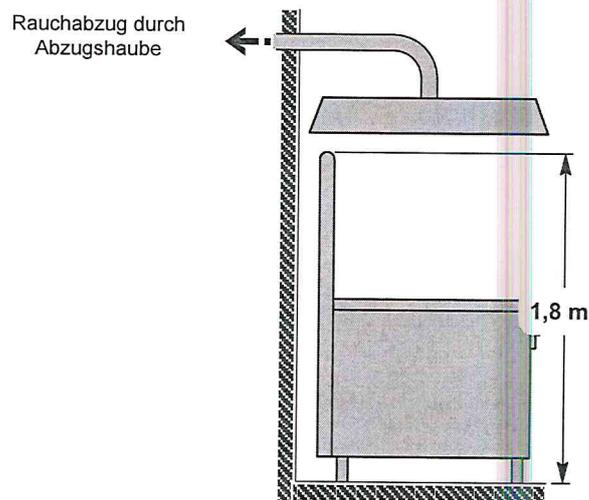

Abb. 2 - Gerätetyp A mit Abzugshaube
- sollte sich der Endteil der Geräteabzugsleitung im Falle der Installation unter einer Haube etwa **1,8 m** zu der Oberfläche der Stütze des Gerätes befinden und die Mündung der Abzugsleitung der Verbrennungsprodukte sollte an das Perimeter der Haubenbasis angebracht sein (**siehe Abb. 2**).